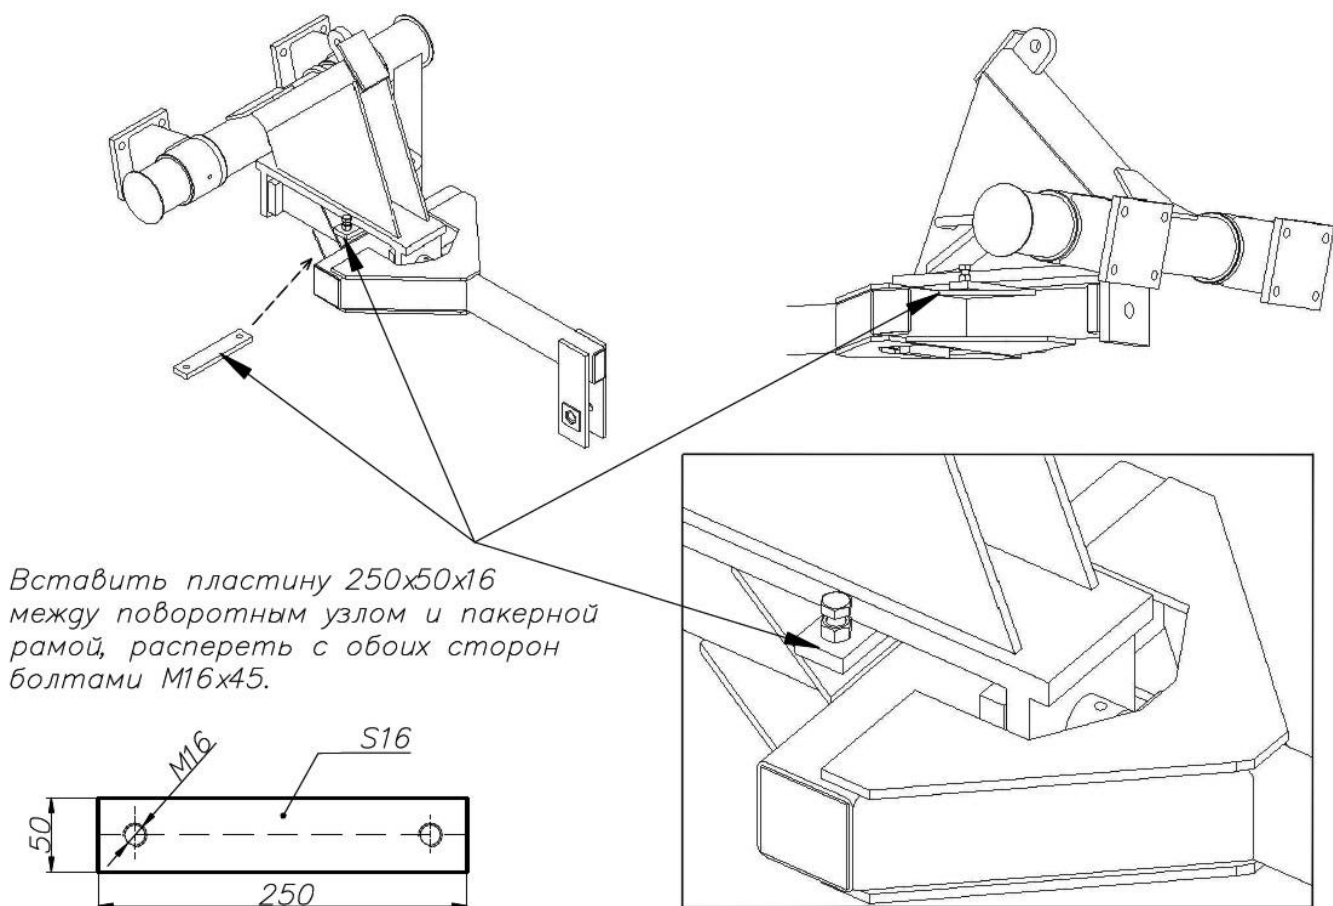

Рис. 4.2.2. Фиксация крыловых пакерных рам (подвесок) на ПК-6,1
*Примечание.* На ПК-6,1 «Кузбасс» на крыловых рамах устанавливаются одинарные пакерные рамы (подвески). Для их фиксации установите металлические пластины (рис.4.2.2).